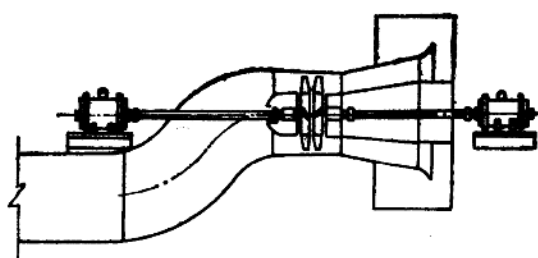

图 1-20 带有进风弯道和出口扩散器以及出风箱的对旋式轴流风机
1) 可以不设导叶, 因而结构紧凑。叶轮可以由直接装在轮毂内的电动机来驱动, 也可以如图1-20所示的那样由联轴器传动。